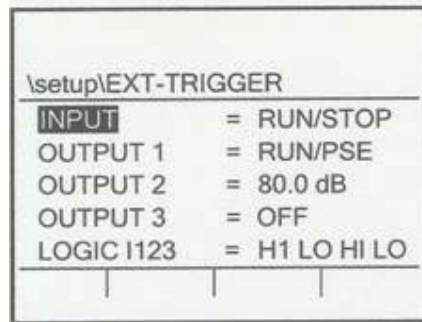

Figura 5-10: Pantalla por Nivel de Disparo Externo
1. Abra la pantalla NIV. DESEHC. EX (Figura 5-10)